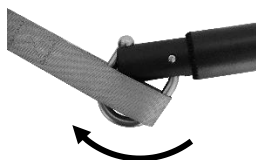

Fig. 1.7A
- (1) Hygiejnisk set kan krogen åbnes/lukkes uden at hænder rør krogen, bare placer slyngestroppen rundt om krogen og træk remmen mod dig selv (Fig. 1.7A).